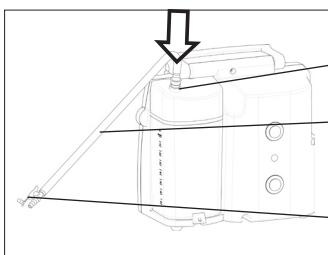

Bild 10.
- Das Ende des Saugschlauchs mit dem erforderlichen Stufenverbinder (mit 6 oder 10 mm Durchmesser) verbinden und die Öffnung des Behälterdeckels mit leichter Drehung eindrücken (Seite 9, Bild 10).